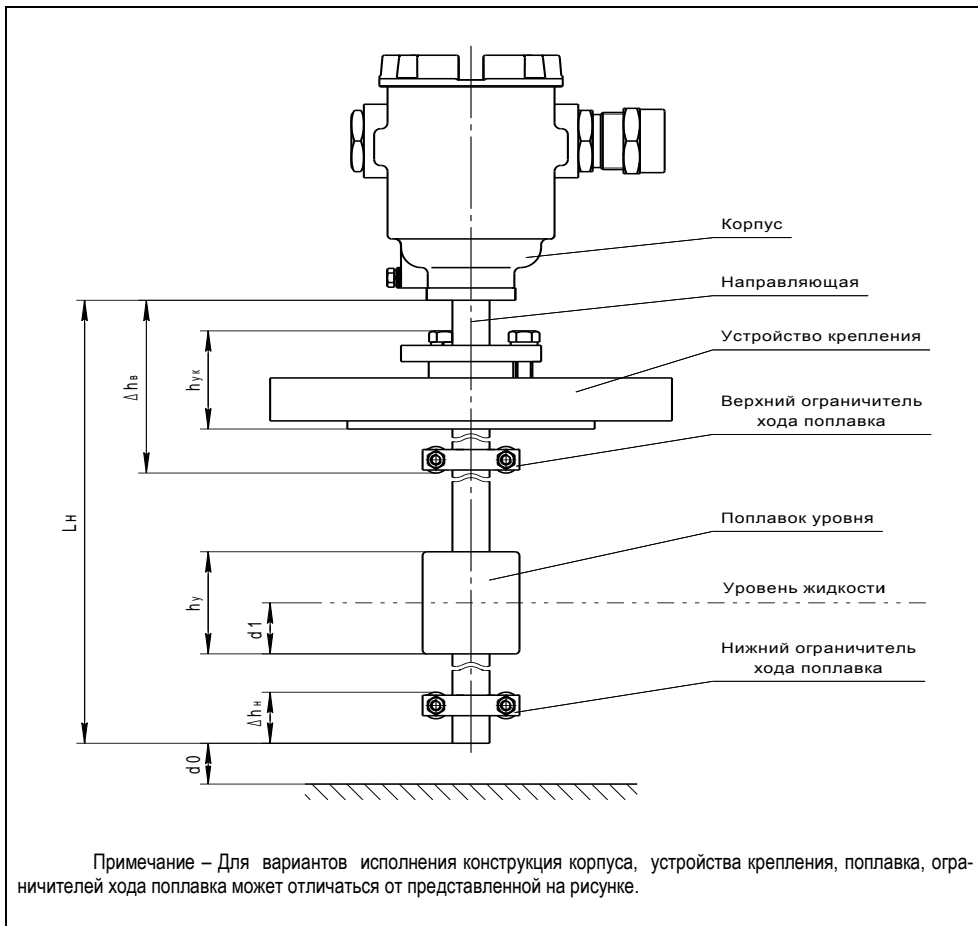

Рисунок 1
Величина нижней неизмеряемой зоны Δh_n определяет положение нижнего ограничителя хода поплавка (см. рисунок 1). При выпуске из производства она устанавливается минимальной, равной:
Величина верхней неизмеряемой зоны Δh_v определяет положение верхнего ограничителя хода поплавка (см. рисунок 1). При выпуске из производства по умолчанию она устанавливается равной минимально возможному значению Δh_{vmin} :
1.4.1 Преобразователь (см. рисунок 1) состоит из корпуса, соединённого с направляющей, на которой устанавливаются: устройство крепления, поплавков уровня и ограничители хода поплавка.